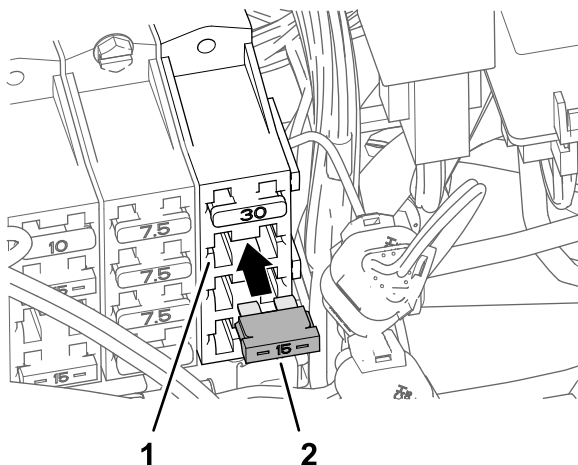

Figure 193
6. Insérez le fusible (15 A) dans la douille 2 du porte-fusibles 3 jusqu'à ce qu'il soit complètement engagé (Figure 193).